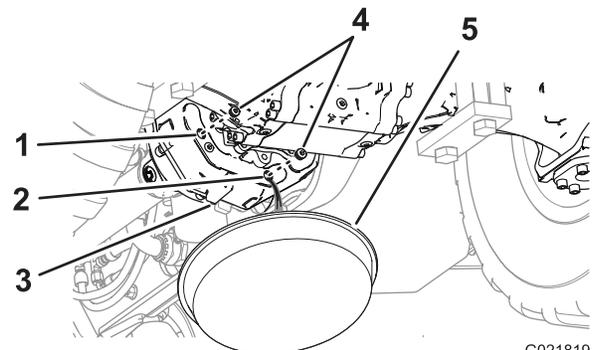

Figure 73
1. Placez un bac de vidange sous la partie arrière du carter de transmission (Figure 73).
2. Enlevez les bouchons de l'orifice de contrôle et de l'orifice de vidange du carter de transmission (Figure 73).